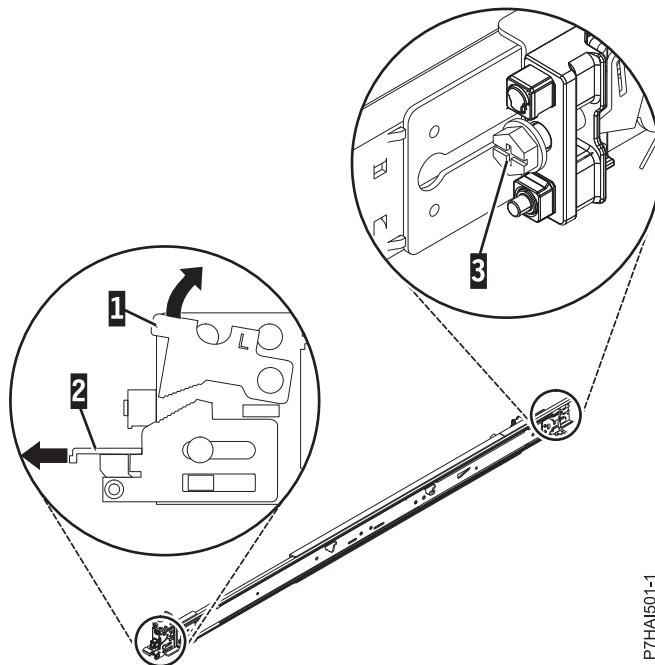

図 2. 前部ラッチを開いて後部のねじを取り外す
- 前面のロッキング・タブ (1) を押し上げて、レールの前部にある前面ラッチ (2) を引き出します。次に、レール (3) の後部からねじを取り外します。詳しくは、図 2 を参照してください。